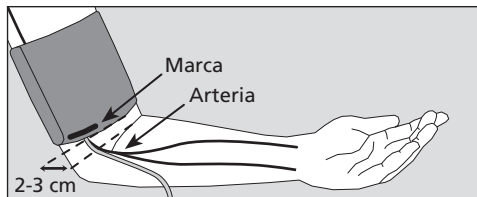

Figura 3
- ➔ Mueva el brazalete abierto en forma de anillos por el antebrazo hasta que el borde inferior se encuentre aprox. a 2o 3 cm por encima de la parte interior de la articulación del codo. Además, el brazalete debe colocarse de tal modo que la marca se encuentre sobre la arteria (véase figura 3).
⚠ El anillo metálico **no debe** quedar nunca sobre la arteria (véase figura 3), puesto que esto falsearía el resultado de los valores de medición.